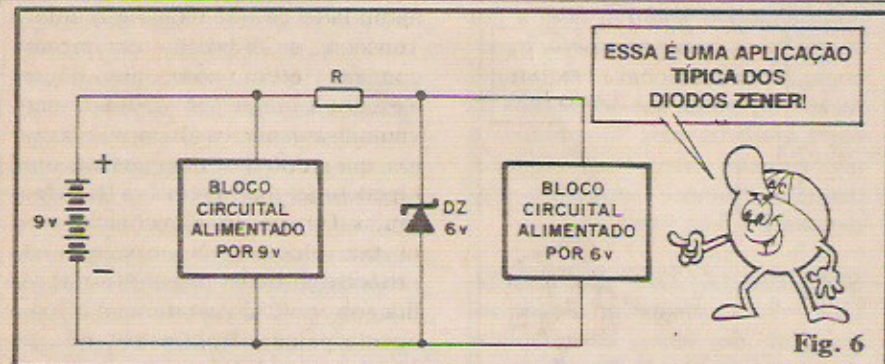

Fig. 6
- FIG. 6 - Uma utilização prática de Diodo ZENER... A partir da sua